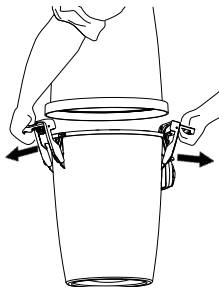

Fig. 22
1. Solte as duas pegas que prendem o contentor do pó. As pegas são facilmente desencaixadas levantando as mesmas até pararem. Quando puxar as pegas para fora removendo-as do aspirador, o depósito solta-se. Fig. 22.
1. Solte as duas pegas presas no contentor do pó. As pegas são facilmente desencaixadas levantando as mesmas até pararem. Quando puxar as pegas para fora afastando-as do aspirador, o depósito solta-se. Fig. 22.